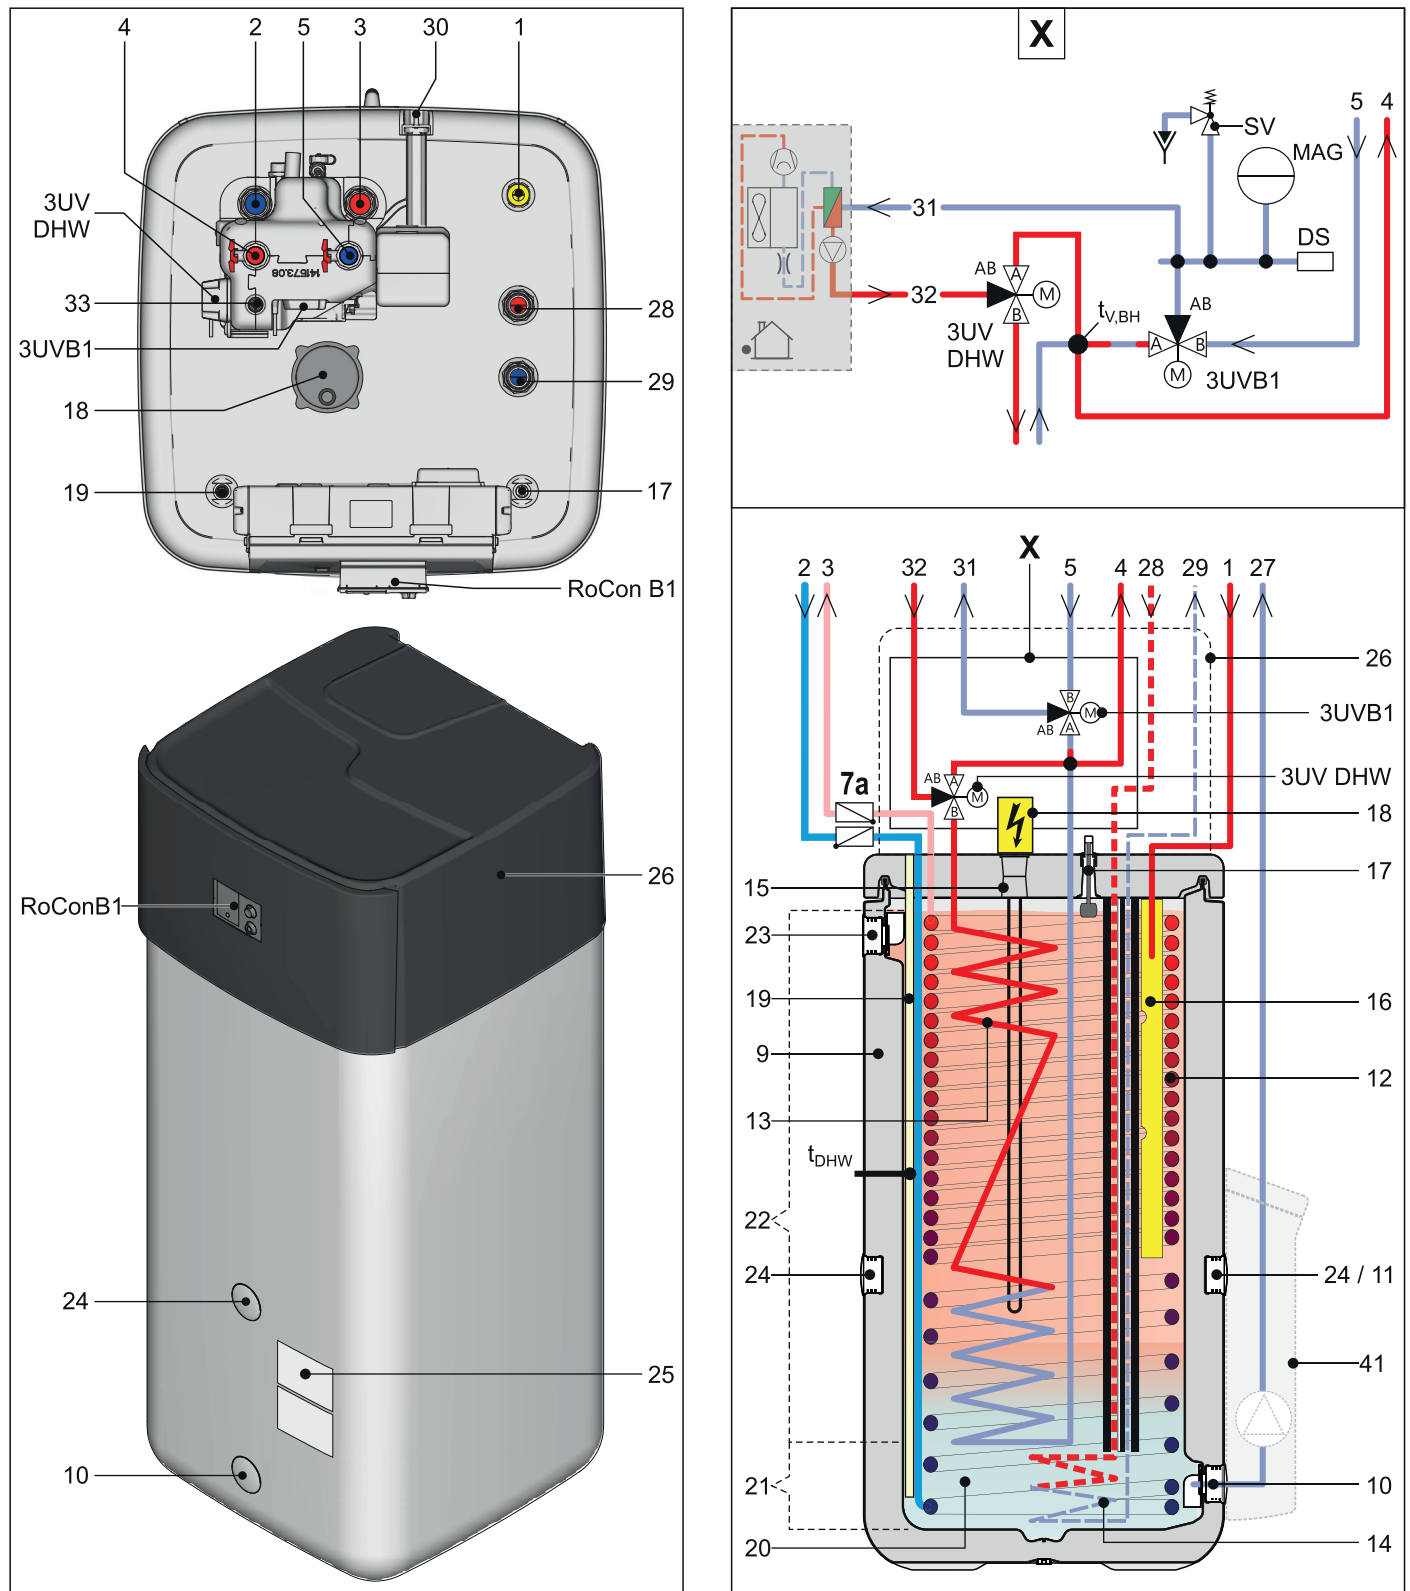

Bild 3-2 Aufbau und Bestandteile EKHWMX(B)500C (Außenansicht und Innenaufbau)
i Sofern eine Drucksolar-Anlage oder ein optionaler externer Wärmeerzeuger über den Wellrohr-Wärmetauscher (Bild 3-1 und Bild 3-2, Pos. 14) an das Gerät angeschlossen wird, gelten diese Mindestanforderungen auch für das Füll- und Ergänzungswasser dieses Heizkreises.
- Am Speicherbehälter die Abdeckblenden (Bild 4-4, Pos. B) abziehen und die Gewindestücke (Bild 4-4, Pos. F) aus den Öffnungen herausdrehen, an welchen die Handgriffe montiert werden sollen (Bild 3-1 bis Bild 3-2, Pos. 24).